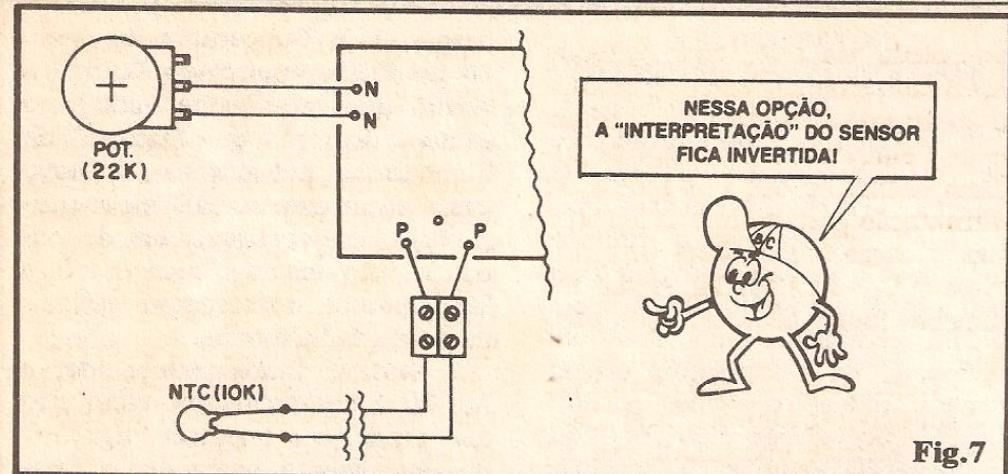

Fig.7
**FIG. 7 - "INVERTENDO" A ATUAÇÃO DA MP-30** - É possível, com uma alteração simplíssima, "inverter" a atuação do circuito, fazendo com que ele atue como uma chave "quente liga" (originalmente sua função é "frio liga"...), que pode também ser útil em outras diversas funções de controle! Para tanto, basta eletricamente, na estrutura do próprio circuito, também "inverter" as posições relativas do termíster e do respectivo trim-pot de ajuste... Sem nenhuma "mexida" na placa ou no seu layout natural, o trim-pot (um potenciômetro, no caso...) pode ser ligado "no lugar" do termíster, e este no lugar daquele, conforme ilustra a figura! Com tal disposição, obtemos o funcionamento "inverso", preser-
mente construídas para tal finalidade, sejam utilizadas... Já no diagrama 8-B, para o caso do Leitor/"Aluno" ter optado (por razões aplicativas) pelo funcionamento "inverso" (ver fig. 7) mostramos um arranjo do tipo "quente liga", com a carga representada por um ventilador, por exemplo (também pode ser um complexo sistema refrigerador, baseado em compressores, serpentinas com gás refrigerante, etc.). Com tal configuração, quando a Temperatura do meio ou fluido controlados "subir", atingindo um pré-determinado (e ajustado) degrau, a MP-30 acionará o "resfriamento" destinado a manter as "coisas" dentro dos desejados li-
Outra possibilidade: para usar o dispositivo totalmente num "ambiente" elétrico energizado por 12 VCC (como num veículo, por exemplo...), basta "desprezar" todo o setor do circuito correspondente à sua fonte interna (transformador, diodo 1N4001 anexos), aplicando os 12 VCC disponíveis diretamente às barras cobreadas da placa, correspondentes aos percursos da alimentação CC... Nesse caso, elementos aquecedores industrialmente desenhados para trabalhar sob 12 VCC deverão ser usados, controlados diretamente pelos terminais "NA" e "C" da placa de Circuito Impresso (ver figs. 5 e 6...). Se a idéia (ao invés de "esquentar"...) for "esfriar", tudo bem, também: ventiladores ou sistemas de condicionamento para veículos normalmente trabalham sob 12 VCC e aí é só controlar tais dispositivos através dos tais contatos da placa (usar, no caso, a configuração sugerida na fig. 7...).